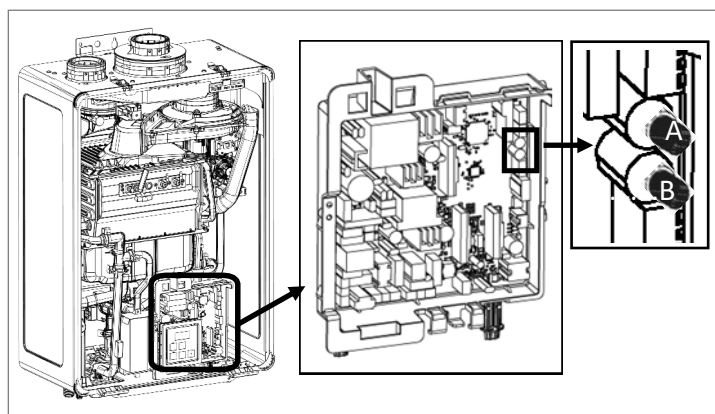

Figure 75
9. Repérer la carte de circuit imprimé, dans la partie inférieure de l'appareil (figure 75).